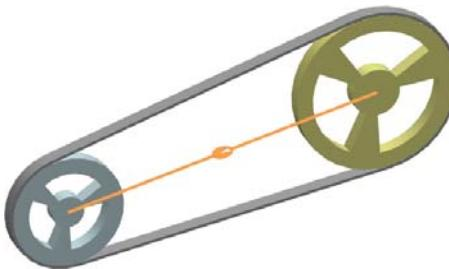

图 5.4.5 定义 2 连接传动副
(2) 定义类型。在 **附着类型** 下拉列表中选择 **2 联接传动副** 选项。
(3) 定义参考运动副。单击“2-3 传动副”对话框中 **第一运动副驱动** 区域下的 **\*选择运动副 (①)** 按钮，在运动导航器的“Joints”节点下选取旋转副 J001 为第一个运动副；单击 **第二运动副传动** 区域下 **\*选择运动副 (①)** 按钮，选取旋转副 J002 为第二个运动副。
(4) 定义参数。在 **第一运动副驱动** 区域的 **缩放** 文本框中输入值 1；在 **第二运动副传动** 区域的 **比例** 文本框中输入值 -2，其余参数接受系统默认设置。
(5) 单击 **确定** 按钮，完成 2 连接传动副的定义，如图 5.4.5 所示。